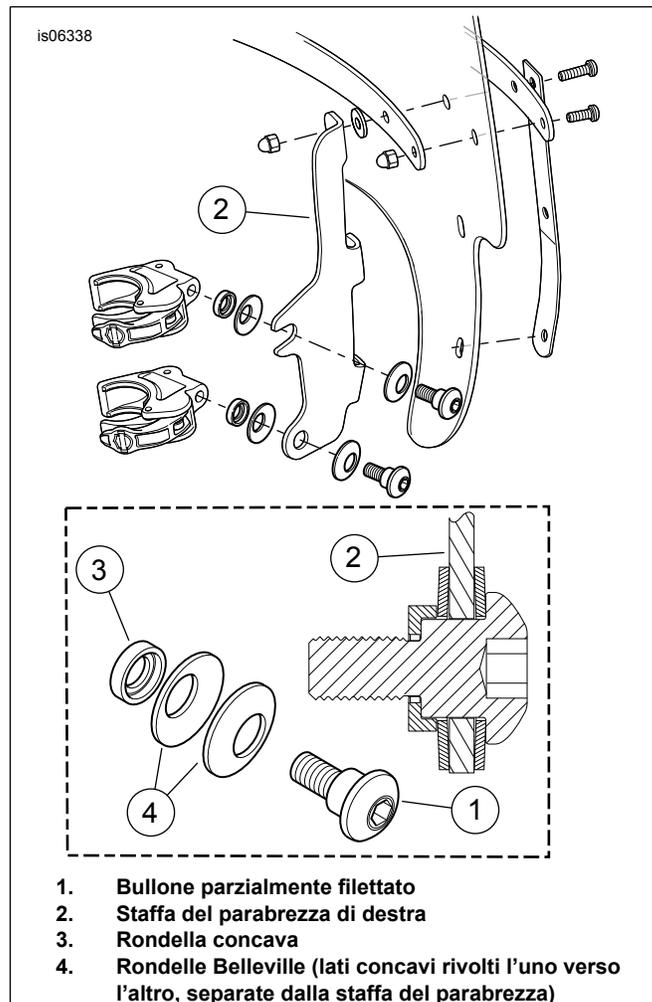

Figura 1. Morsetti di montaggio del parabrezza (illustrato il lato destro)
3. Assemblare senza serrare i gruppi dei morsetti alle staffe di montaggio del parabrezza nella sequenza illustrata in Figura 1.